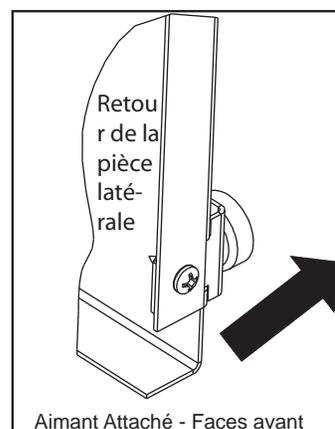

Figure 32.2
6. Fixez l'aimant sur le support et fixez l'aimant et un support à chaque pièce le côté métallique vers le bas. L'aimant est orienté vers l'avant. Figure 32.2.